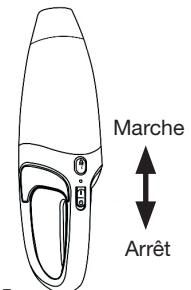

Figure 5
3. Pour mettre en marche l'aspirateur, positionnez l'interrupteur "Marche/Arrêt" sur la position "I" (marche) (Fig. 5).
4. En fin d'utilisation, positionnez l'interrupteur "Marche/Arrêt" sur la position "0" (arrêt) puis reposez-le sur son socle afin de charger la batterie pour l'utilisation suivante (Fig. 5).